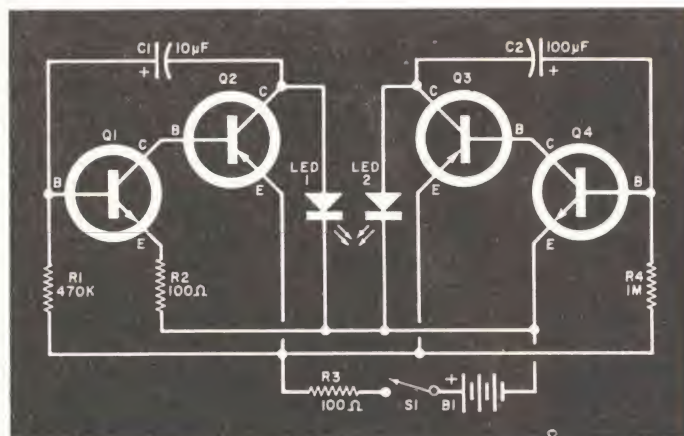

Fig. 5 - Semplice circuito per il lampeggiamento di due diodi LED.
**Circuiti a semiconduttori** - Lo schema elettrico della *fig. 5* rappresenta un circuito lampeggiatore in grado di pilotare due diodi LED con ritmi differenti di lampeggiamento. Il progetto di questo circuito risale ad alcuni anni fa, quando ancora non esistevano i compatti ed economici circuiti integrati in grado di svolgere da soli la funzione di temporizzatore oppure quella di lampeggiatore, come, per esempio, il tipo 555, il tipo 556 ed il tipo LM3909. Per questo motivo il circuito proposto utilizza componenti discreti; nonostante le limitazioni imposte dal tipo di progetto possibile alcuni anni fa, esso però impiega solamente quattro transistori, quattro resistori e due condensatori, oltre alla pila necessaria per il funzionamento, ed è in grado di pilotare due diodi LED con possibilità di funzionamento "agganciato" dei due circuiti oscillatori che pilotano i LED.
L'agganciamento dei due oscillatori, che viene più facilmente realizzato quando i valori delle frequenze di lampeggiamento dei due diodi LED sono l'uno multiplo dell'altro. Il ritmo al quale il diodo LED1 lampeggia, con i valori assegnati ai componenti nella fig. 5, è approssimativamente di un lampo al secondo, mentre quello del diodo LED2 è di circa un lampo ogni dieci secondi (le corrispondenti frequenze dei due oscillatori complementari sono pari, rispettivamente, a 1 Hz ed a 0,1 Hz). Il resistore R3 può essere ommesso dal circuito nel caso in cui non si vogliano agganciare tra loro le frequenze di lavoro dei due oscillatori. E' bene però inserire due resistori fissi di piccolo valore in serie con i due diodi LED, in modo da porre un limite alla massima corrente che può attraversare questi due componenti.